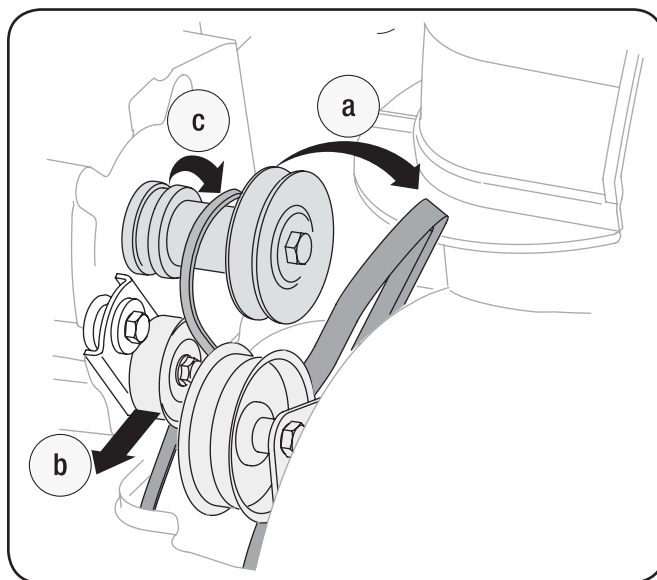

Figura 7-6
3. Quite la correa como sigue: Vea la Figura 7-6: